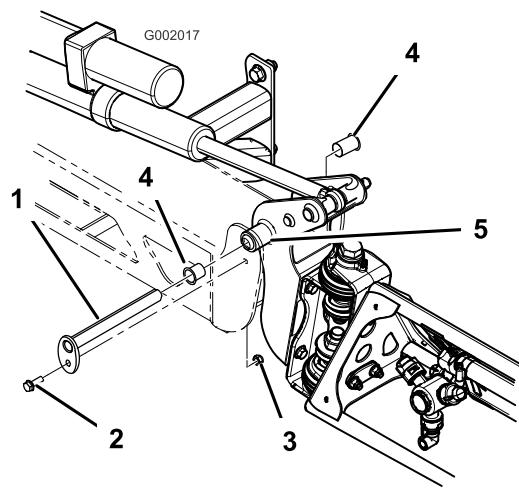

Figura 62
5. Togliete le boccole di nylon dal lato frontale e posteriore della staffa orientabile e controllatele (Figura 62). Sostituite le boccole avariate.
7. Montate la barra e la staffa orientabile nel telaio centrale, allineando i fori (Figura 62).
3. Quando il peso della barra è supportato, togliete il bullone e il dado che fissano il perno di articolazione nel gruppo barra (Figura 62). Togliete il perno di articolazione.